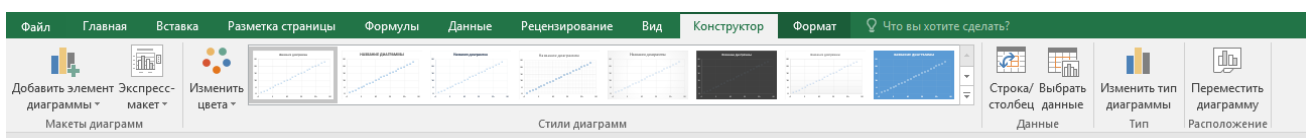

Рис. 9.4. Вкладка КОНСТРУКТОР
- 2) вкладка «КОНСТРУКТОР» (рис. 9.4) на ЛЕНТЕ (появляется при единичном нажатии ЛКМ на диаграмму)